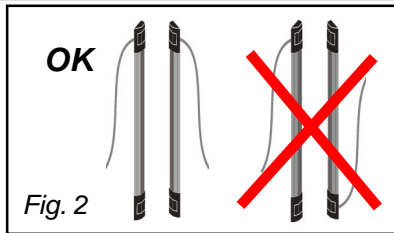

Fig. 2
» Devono essere montate con lo stesso orientamento e il cavo deve uscire per entrambe le colonne dallo stesso lato (fig. 2).
» Elles doivent être montées avec la même orientation de façon que le câble sorte de la même côté (fig. 2).
- » The barriers must be mounted in the same sens so that the cable comes out on the same side (fig. 2).